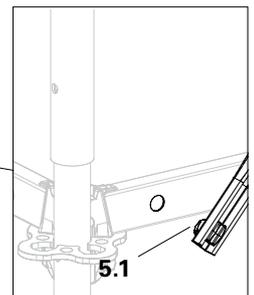
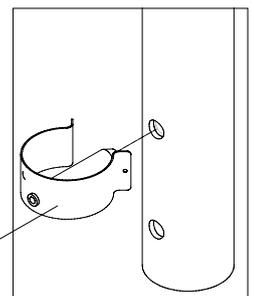

Fig. A1.03b
Fig. A1.03c
1. Unir los verticales con espiga (4) con pasadores de abrazadera (7) para que resistan a la tracción. (Fig. A1.03c)
2. Colocar los largueros (3).
3. Fijar las diagonales a larguero (5) con el gancho (5.1) en el larguero inferior (3). (Fig. A1.03b)